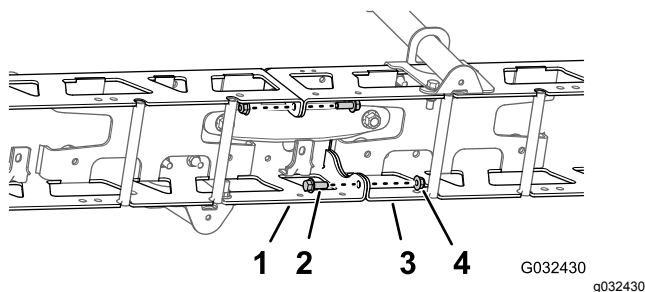

Figura 50
1. Retire os 2 parafusos de cabeça flangeada (3/8 x 1 pol.) e as 2 porcas de bloqueio (3/8 pol.) que prendem as flanges verticais das estruturas de armação esquerda e direita (Figura 50).